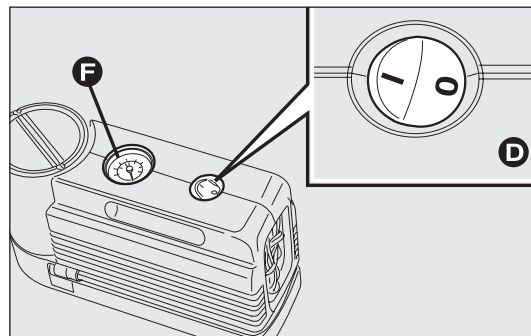
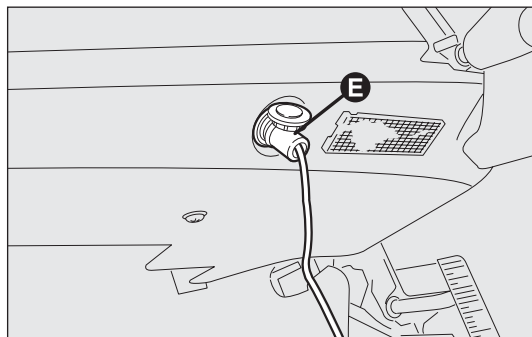

fig. 130
fig. 131
- ❑ assicurarsi che l'interruttore D-fig. 130 del compressore sia in posizione O (spento), avviare il motore, inserire la spina E-fig. 131 nella presa di corrente più vicina e azionare il compressore portando l'interruttore D-fig. 130 in posizione I (accesso). Gonfiare il pneumatico alla pressione prescritta nel paragrafo "Pressione di gonfiaggio" del capitolo "Dati Tecnici".
Per ottenere una lettura più precisa, si consiglia di verificare il valore della pressione sul manometro F-fig. 130 con il compressore spento;